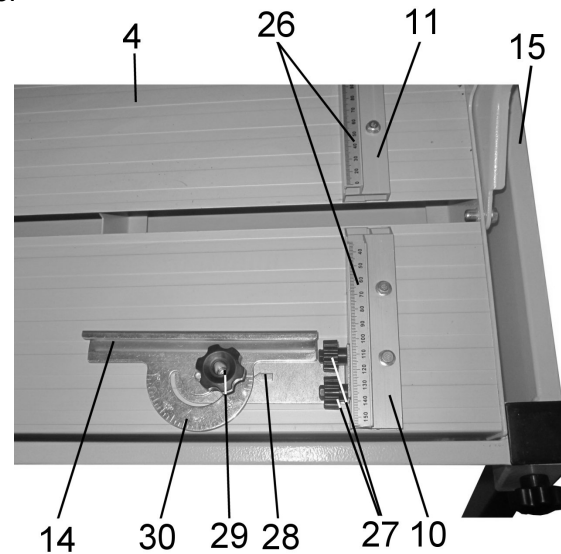

Рис. 9
9.2.4. Установите регулируемый упор (14) на направляющий упор (10 или 11) и закрепите его винтами (27), как показано на Рис.9.